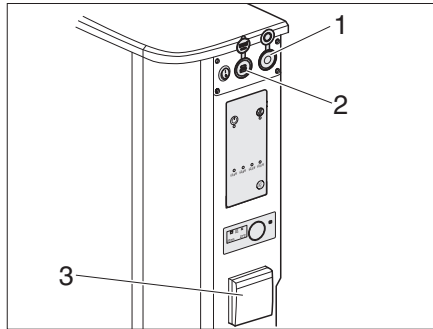

Bild 8 Väggtuttagslist
- 12 V-anslutning (Bild 8,1)
- 2 USB-kontakter (Typ A och Typ B) (Bild 8,2)
- 230-V-vägguttag (Bild 8,3)